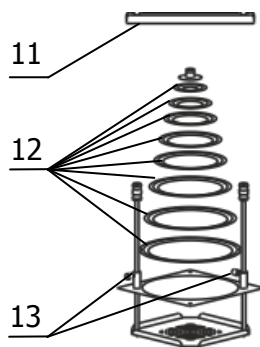

Рисунок 5 — Корзина
2.2.11 Поднять дно корзины в крайнее верхнее положение с помощью съемной ручки 11 (рисунок 5) и зафиксировать крепежными винтами 13. В зависимости от диаметра термостатируемого сосуда установить необходимое количество концентрических колец 12 и поместить сосуд в корзину. Положение колбы можно зафиксировать, надев на ее горловину кольцо подходящего диаметра.